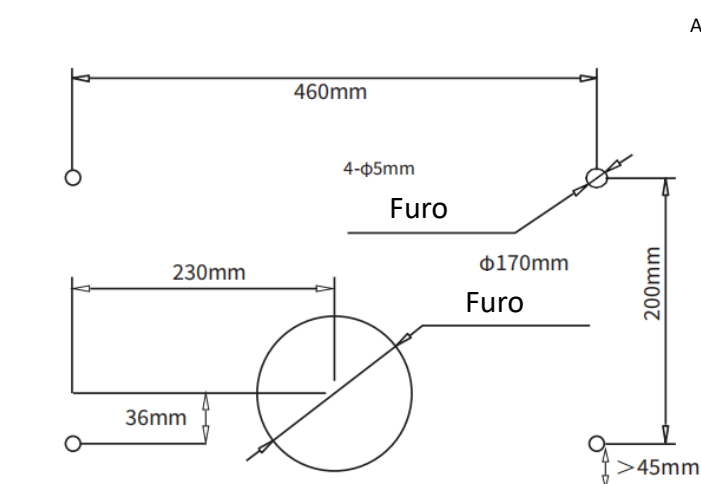
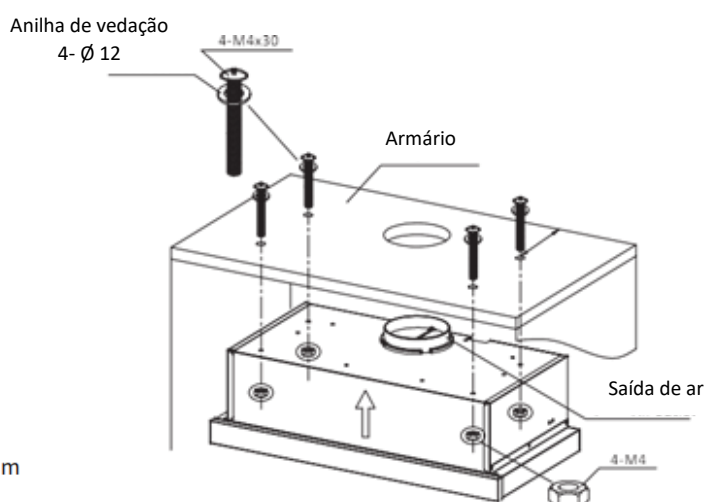

Figura 2
Figura 3
2. Faça 4 furos de Ø 5 mm e um furo de Ø 170 mm na parte inferior do armário suspenso, de acordo com a figura 2 e a figura 3.